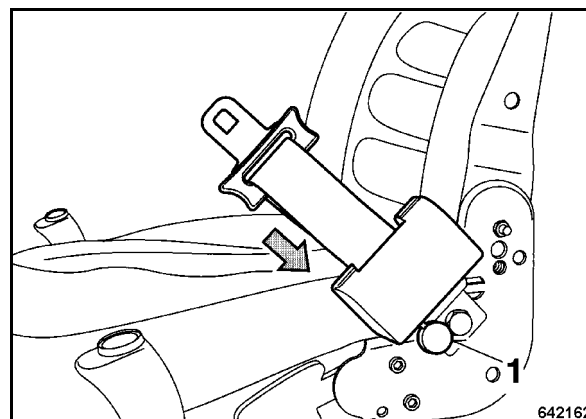

Fig. 34
- Premere il bottone 1 (Fig. 34) sull'arrotolatore automatico finché la cintura di sicurezza sarà completamente arrotolata.